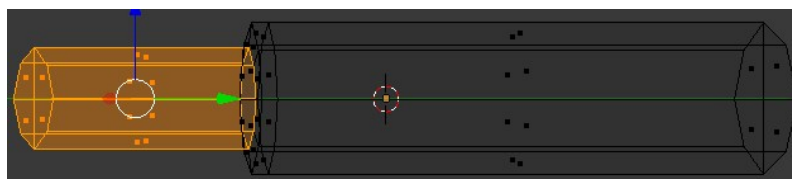

Figura 7: Seleção do cabo da faca.
- Ver se ficou como se mostra na figura 7 e retornar à visualização **Solid**;